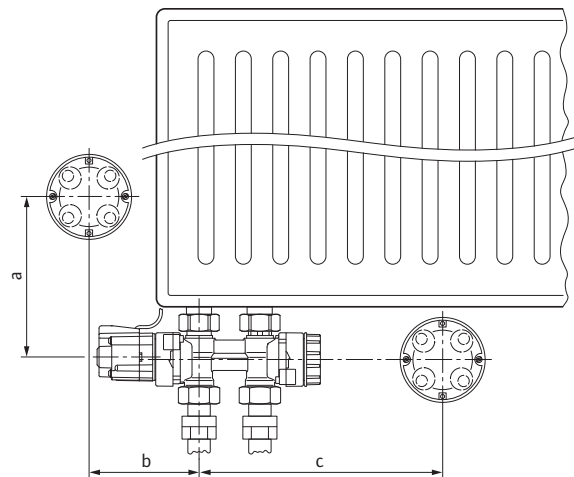

Fig.6-1: Positionierung der UP-Hohlwanddose für Geniax Pump Tronic (Beispiele)
Bei Anlagen mit Heizkörpern wird jedoch empfohlen, die Pump Tronic in unmittelbarer Nähe des Heizkörpers zu setzen. Dazu ist in der Rohinstallationsphase die UP-Hohlwanddose entsprechend zu positionieren (siehe Fig. 6-1).
- UP-Hohlwanddose für Pump Tronic positionieren entspr. Fig. 6-1. Folgende Abstandsmaße werden empfohlen: